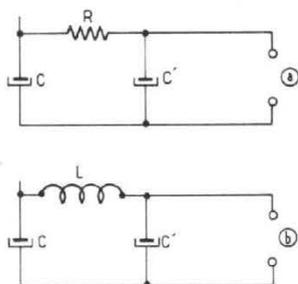

Fig. 36. – On améliore le filtrage par utilisation de deux condensateurs, en interposant soit une résistance (a), soit un bobinage (b) entre ces condensateurs.
– un résistor de résistance R (fig. 36 a)
– un bobinage de coefficient de self induction L (fig. 36 b).
Fig. 37. – Pour calculer l'efficacité d'un tel filtrage, on considère que C', dans la figure 36, est une impédance Z_p (en parallèle), alors que R (ou L) de la figure 36 constitue une impédance série Z_s ; le tout forme un diviseur de tension, réduisant à a' la fluctuation aux bornes de C.
Le filtrage utilisant le schéma de la figure 36 (a) serait tout à fait inutilisable dans notre cas pratique : pour avoir une efficacité de filtrage suffisante, il nous faudrait une résistance R nettement plus grande que les 0,7 Ω d'impédance de C' , par exemple 50 ou 100 Ω , ce qui est hors de question avec un courant moyen de 600 mA. Le filtrage $R - C'$ est donc à n'utiliser que pour des cas spéciaux (courant débité extrêmement faible).